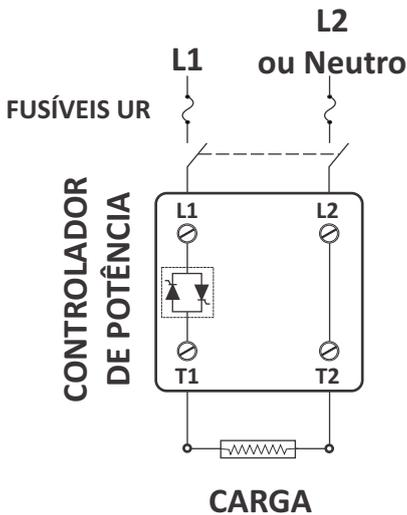

FIGURA 2
› Em ligação ESTRELA SEM O NEUTRO ATERRADO, não é necessário circuito com 3 fases controladas podendo ser utilizado um circuito com 2 FASES CONTROLADAS (vide pág 7 - figura 2).
- › **Posicionamento:** o controlador deve ser montado no fundo de painel, fixado através de parafusos, com o ventilador (quando houver) na parte inferior (VIDE FIGURA 2).